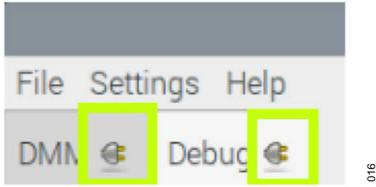

图 17. IIO 示波器 DMM 和调试选项卡
6. 打开 IIO 示波器, 卸下(undock)DMM 和调试选项卡, 如图 17 所示。